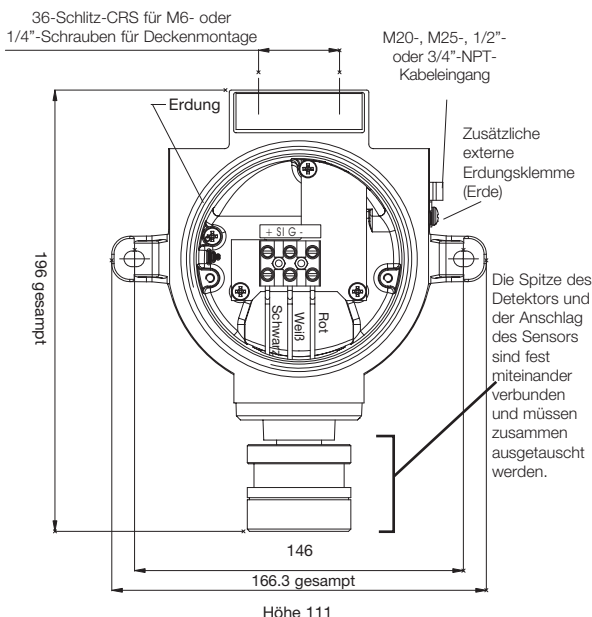

Abbildung 10: **Xgard** Typ 4, Ansicht mit Maßen
Hinweis: Das interne Erdungsterminal (siehe Abbildung 10) soll als Erdungsmittel für den **Xgard**-Gasdetektor verwendet werden. Das externe Erdungsterminal (siehe Abbildung 10) ist nur ein zusätzlicher Verbindungsanschluss, und ist nur dort zu verwenden, wo die örtlichen Behörden eine solche Verbindung erlauben bzw. vorschreiben. Um die Radiofrequenz-Schnittstelle zu beschränken, sollten der Anschlusskasten und die Kabelbewehrung an der Kontrolleinheit geerdet werden. Es ist dafür Sorge zu tragen, dass die Erdableitung nur in einem sicheren Bereich vorgenommen wird, um Erdfehlerschleifen zu vermeiden.
Eine detaillierte Ansicht des **Xgard**-Detektors des Typs 4 ist in Abbildung 10 dargestellt.
8. Detektordrähte wie in Abbildung 10 dargestellt wieder anschließen.